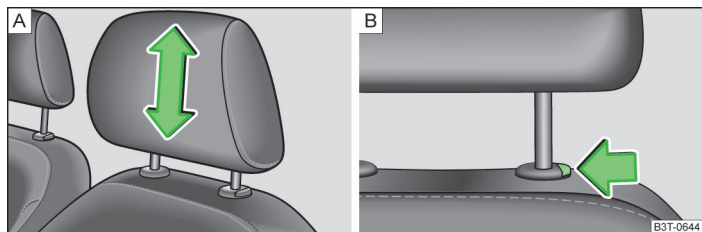

Fig. 51 Reposacabezas: ajustar / desmontar
- Coger el reposacabezas por los lados con las dos manos y tirar a discreción de él hacia arriba » fig. 51 - [A].
- Si se desea desplazar el reposacabezas hacia abajo, pulsar y mantener pulsada la tecla de seguro » fig. 51 - [B] con una mano, y con la otra mano desplazar el reposacabezas hacia abajo.
- Pulsar la tecla del seguro en el sentido de la flecha » fig. 51 - [B] y extraer el reposacabezas.